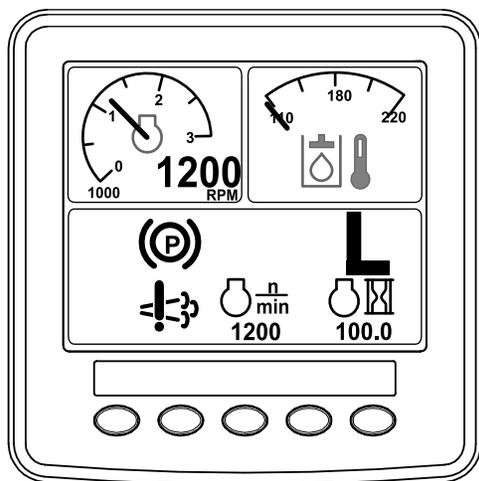

Рисунок 64
- Значок восстановительной регенерации отображается на дисплее инфо-центра (Рисунок 64).